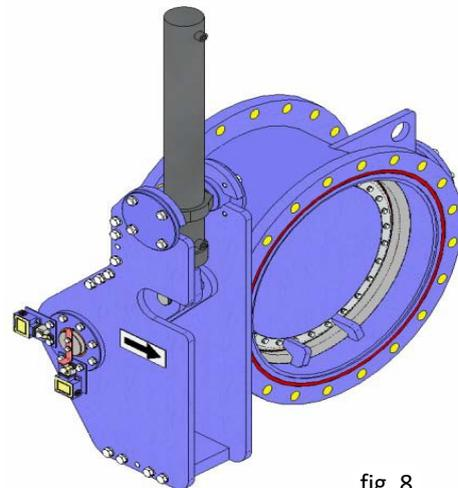

fig. 8
Se o accionamento for um accionamento hidráulico de efeito duplo (fig. 8), o cilindro hidráulico destina-se a abrir e a fechar a válvula.
- Drenar todo o fluido da linha fig. 8és da válvula.